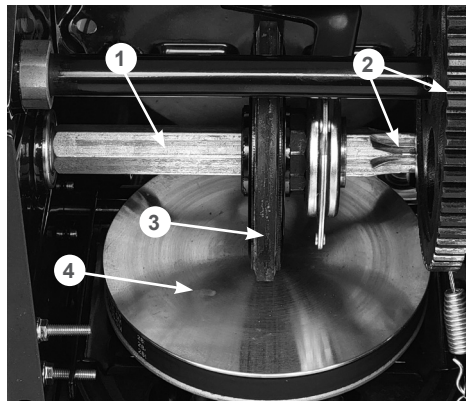

Рис. 45 Обслуживание трансмиссии
Если при нажатом рычаге включения хода снегоотбрасыватель не движется или при нажатии на рычаг включения хода слышны посторонние звуки, а регулировка длины троса включения хода не позволяет устранить проблему, возможно, фрикционное колесо 3 (Рис. 45) полностью износилось и его необходимо заменить.
4. Нанесите универсальную низкотемпературную смазку CHAMPION EP-0 тонким слоем на шестигранный вал 1 фрикционного колеса и зубья шестерен 2 (Рис. 45).
Не допускайте попадания смазки на резиновое фрикционное колесо 3 и ведущий диск 4 (Рис. 45).
5. Проверьте состояние фрикционного колеса 3 (Рис. 45). Если высота резинового кольца относительно фрикционного колеса 2 мм и менее, если на резиновом кольце имеются повреждения и разрывы, фрикционное колесо необходимо заменить.